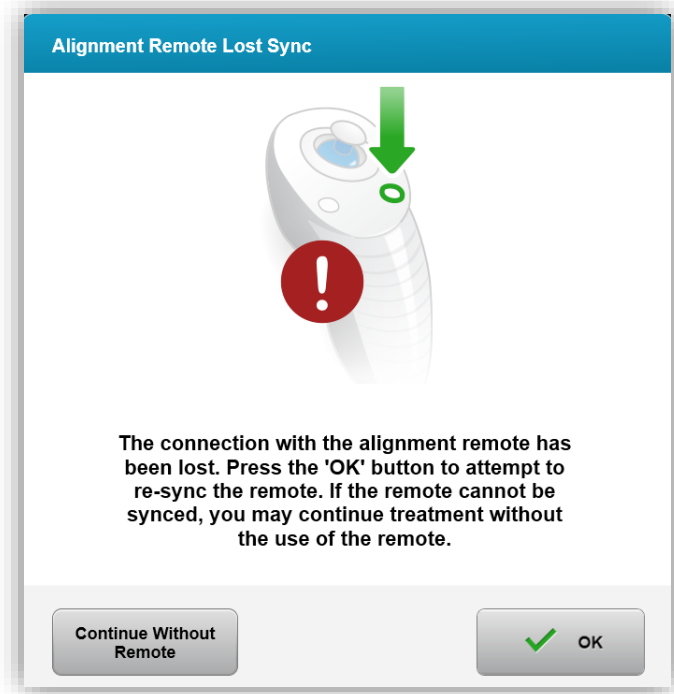

*Abbildung 3-19. Status der Systemeinstellung*
- Drücken Sie auf die „Sync“-Taste – mit einem „S“ auf der Fernsteuerung gekennzeichnet –, um die Fernsteuerung innerhalb der 15 Sekunden zu synchronisieren. Wo sich die „Sync“-Taste befindet, sehen Sie in Abbildung 3-19. Dies muss bei jedem Verfahren durchgeführt werden, wenn die Fernsteuerung benutzt werden soll.